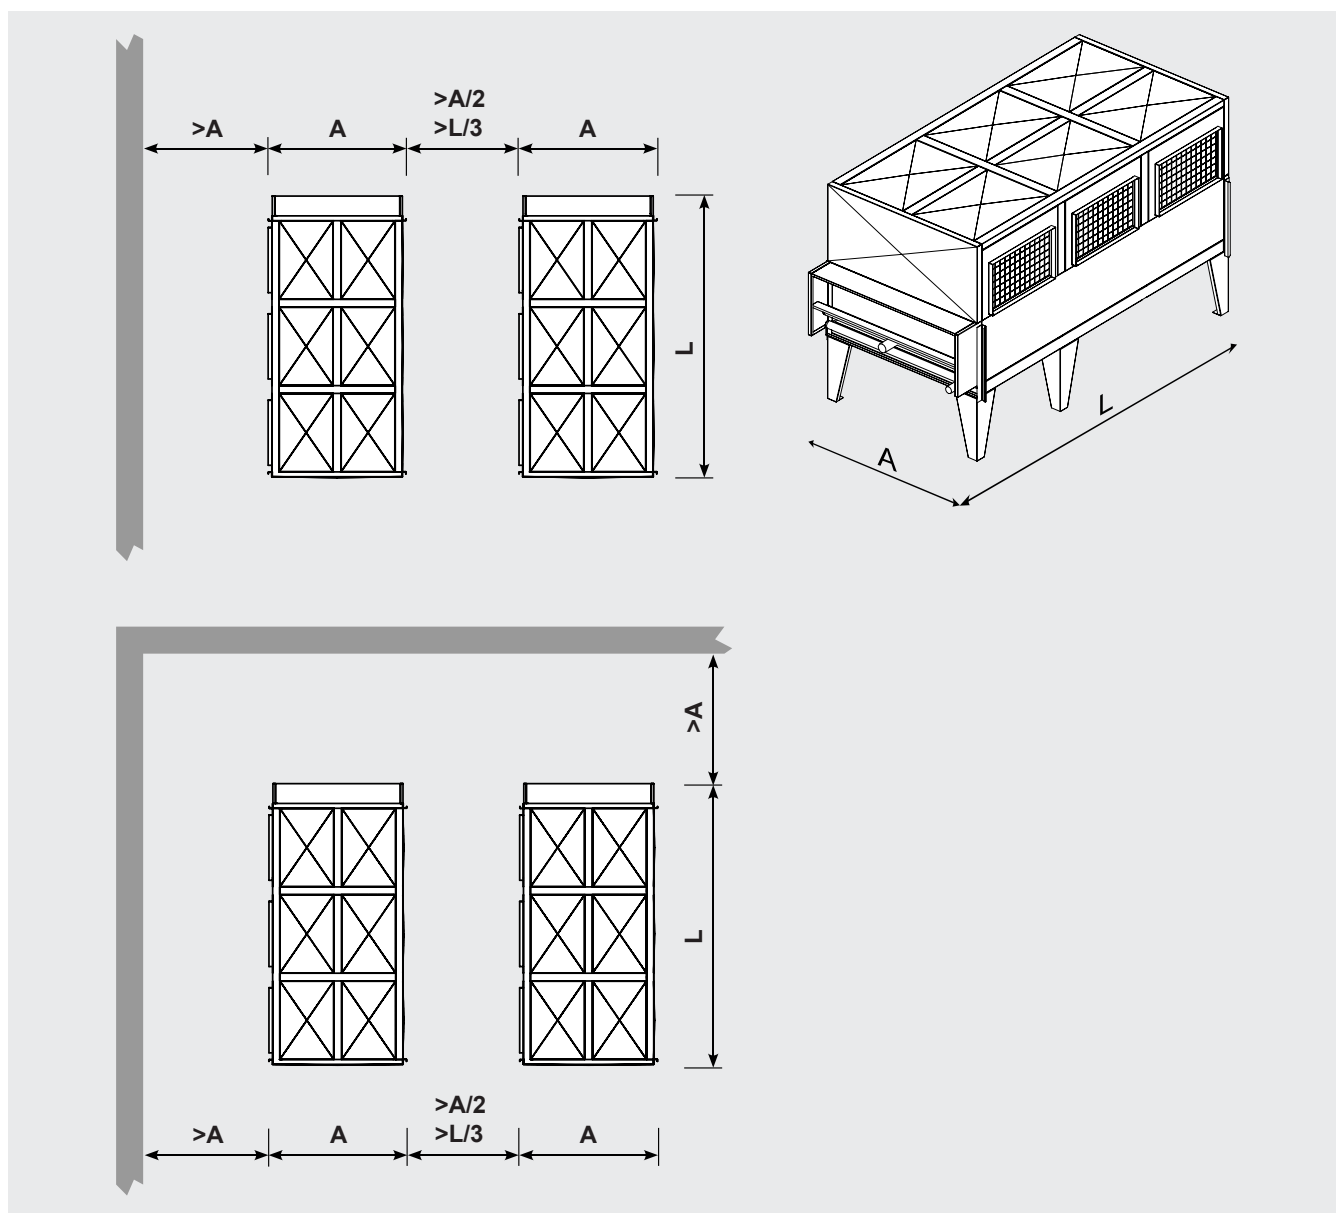

Figure 6
- 6.5 Prévoir un espace suffisant pour la circulation de l'air et l'entretien. Éviter de véhiculer le flux d'air directement contre des surfaces à pouvoir réfléchissant ou qui, dans tous les cas, augmentent le niveau de bruit. La Figure 6 illustre les distances minimales à respecter. Pour des installations différentes des indications, contacter Modine.